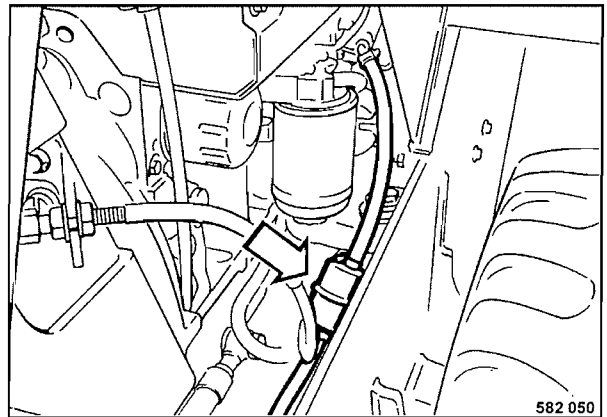

Fig. 90
- Retirar las abrazaderas y sacar el filtro previo de combustible (Fig. 90) de las mangueras de combustible.